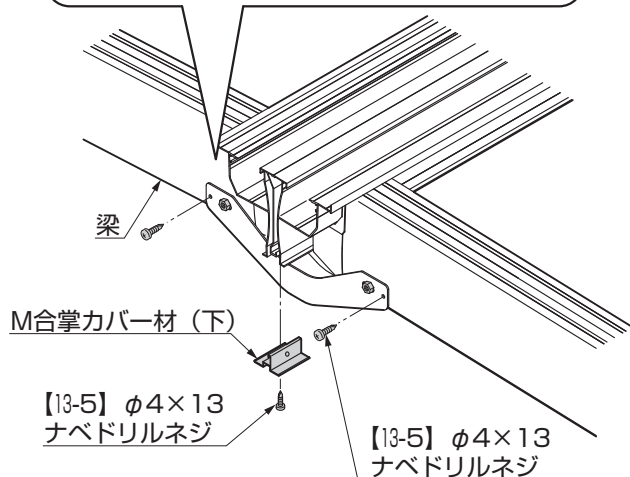

図2-2
- ②M合掌棟木を46mmカットしてください。
- ③合掌棟木を前桟と前桟の間に乗せてM合掌カバーで固定してください。（図2-2参照）